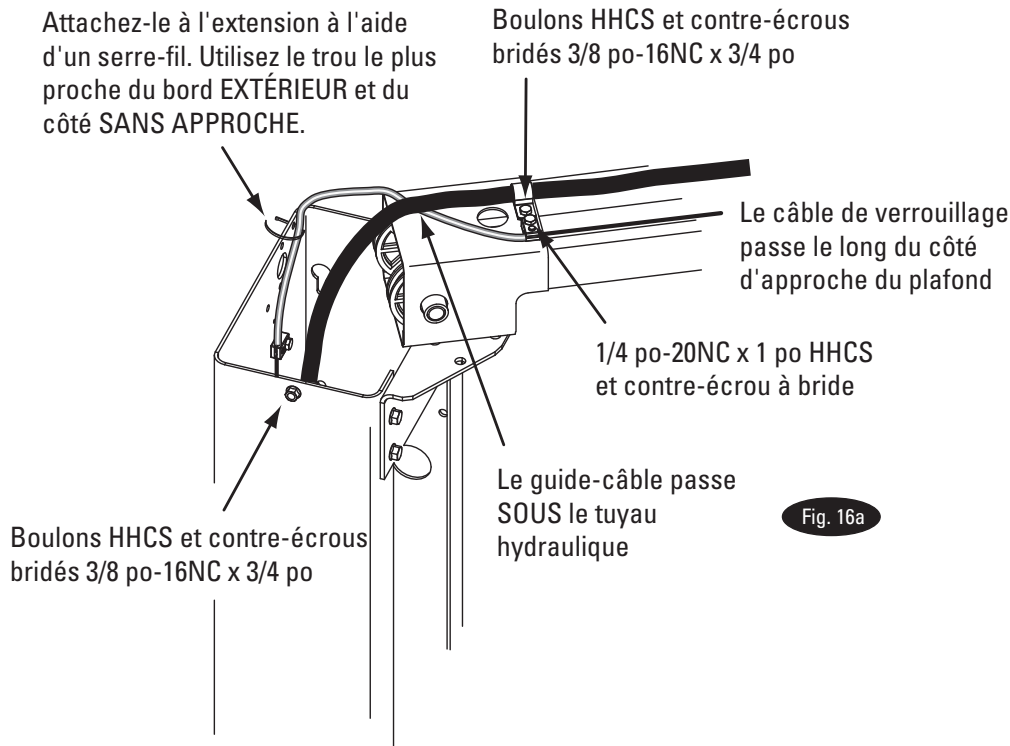
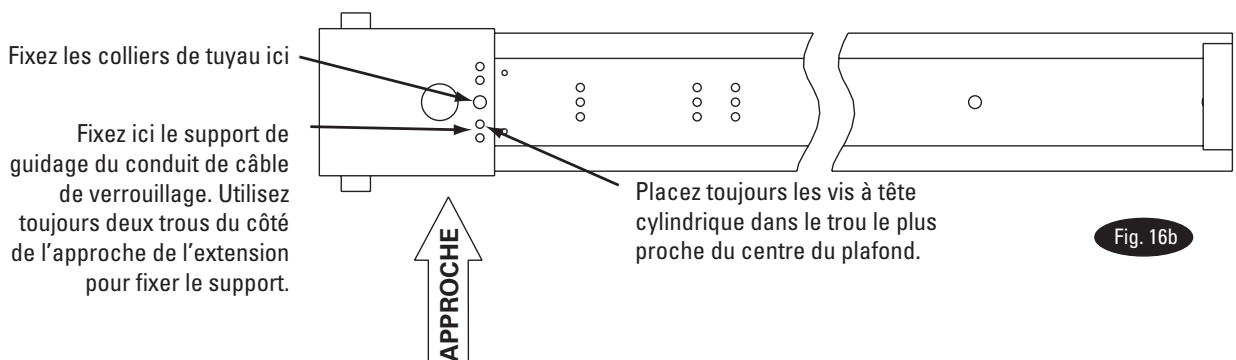
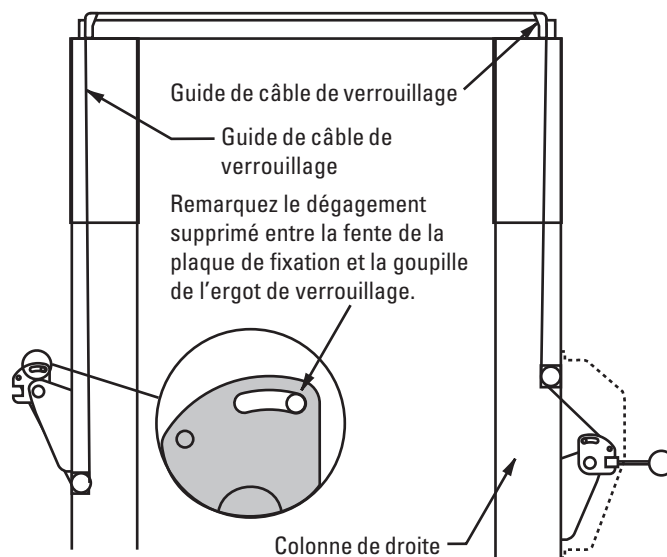
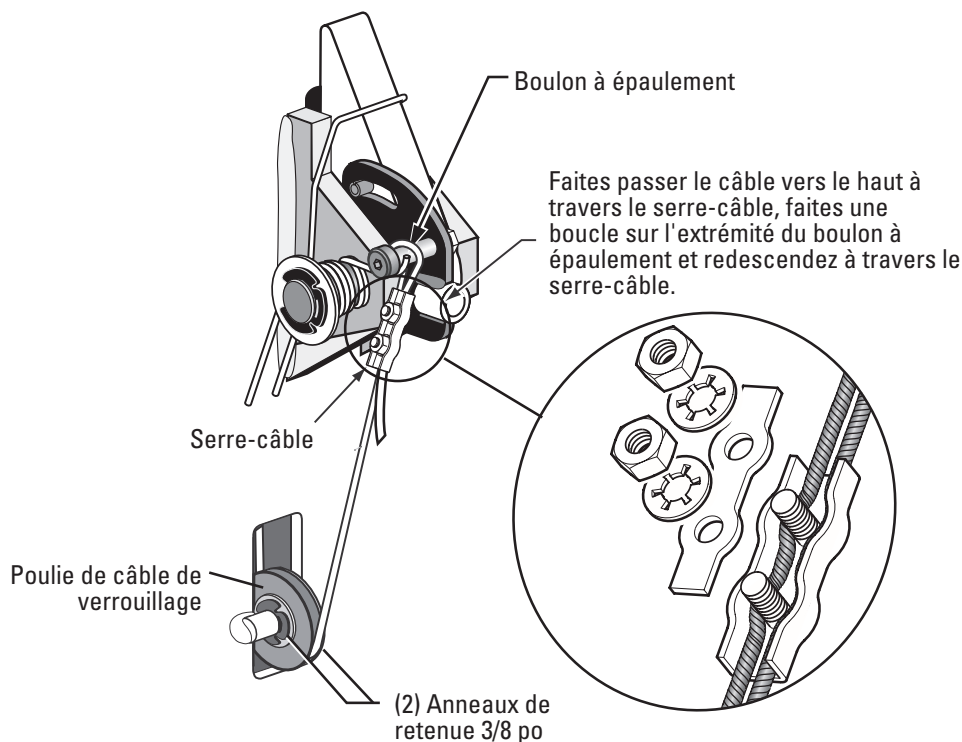

Fig. 16a
Fig. 16b
Fig. 18
Fig. 19
REMARQUE : Acheminez le tuyau de l'unité d'alimentation à l'intérieur des colonnes en utilisant les fentes prévues à la base de la colonne, Fig. 14. Faites passer le tuyau de la poutre dans le canal de la colonne, à l'extérieur de celle-ci, Fig. 14. Le tuyau de la poutre passe sur l'extrémité supérieure de la poutre, Fig. 12 et Fig. 16a et Fig. 16b.
- D) Fixez les supports de guidage du conduit de câble du loquet au plafond, comme illustré, Fig. 16a et Fig. 16b. Utilisez toujours les trous situés du côté de l'approche du pont élévateur. La vis à tête cylindrique hexagonale doit se trouver dans le trou le plus proche du centre de la poutre, Fig. 16b.
- E) Acheminez le câble vers le haut à l'intérieur de la colonne et à travers le guide-câble du loquet, Fig. 16a et Fig. 18.
- À l'aide des attaches métalliques fournies, attachez le guide-câble à l'extension de la colonne, comme illustré, Fig. 16a. Le guide doit être fixé dans le trou le plus proche du bord extérieur de la colonne du côté NON APPROCHE.
- F) Continuez à acheminer le câble vers le guide-câble du loquet de la colonne gauche, Fig. 16a et Fig. 18, en acheminant le câble à travers le guide-câble du loquet de la colonne gauche, Fig. 16a.
À l'aide des attaches métalliques fournies, attachez le guide-câble à l'extension de la colonne, comme illustré, Fig. 16a. Le guide doit être fixé dans le trou le plus proche du bord extérieur de la colonne du côté **NON APPROCHE**.
- G) Descendez le câble à l'intérieur de la colonne de gauche et faites passer l'extrémité du câble à travers la fente inférieure de la poulie de câble du loquet afin que le câble soit maintenant de retour à l'extérieur de la colonne, Fig. 19.
- H) Installez la poulie du câble de verrouillage et les anneaux de retenue dans la fente inférieure de la colonne non motorisée, comme illustré, Fig. 19.
- I) Acheminez le câble sous la partie inférieure de la poulie du câble de verrouillage, Fig. 19.
- K) Insérez le câble dans le serre-câble le long d'un côté, faites une boucle autour de la vis à épaulement et redescendez, en insérant le câble le long de l'autre côté du serre-câble, Fig. 19. Remettez le dessus sur le collier, en serrant à peine.
- L) Ensuite, tirez la plaque de commande vers le bas, Fig. 18 et Fig. 19, pour éliminer tout jeu entre la fente de la plaque de commande et la goupille de verrouillage, Fig. 18.